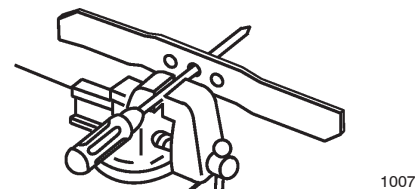

Bild 29
1. Prüfen Sie die Wucht des Messers, indem Sie das mittlere Loch im Messer über einen Nagel oder einen Schraubenzieherschaft hängen, den Sie horizontal in einen Schraubstock einklemmen (Bild 29).